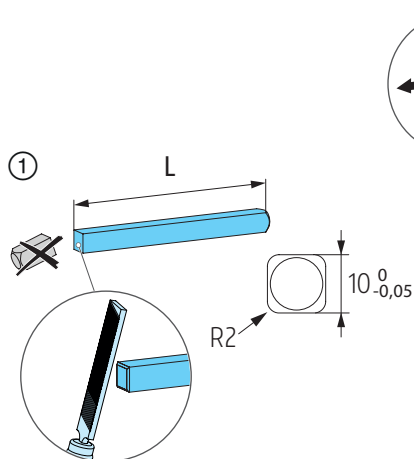

Abb. 38
- ① Vierkant ablängen und anfasen; **Abb. 38.**